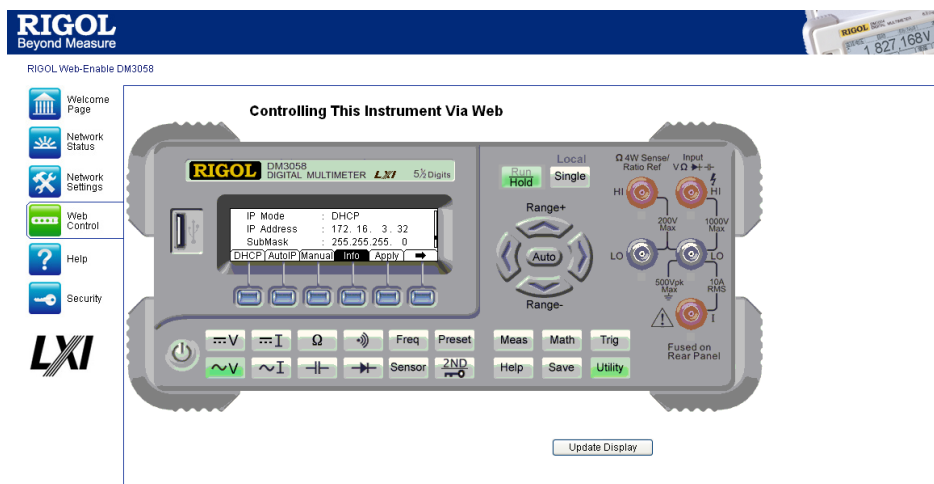

図 3-38 リモート制御の操作画面
- 「Web Control」を選択すると、図 3-38 のような操作画面がポップアップ表示されます。画面に表示されたボタンをクリックすることで、本機をリモート制御することができます。リモート制御状態から抜けるには、ウェブブラウザを閉じ、本機のローカルボタン **Single** を押します。